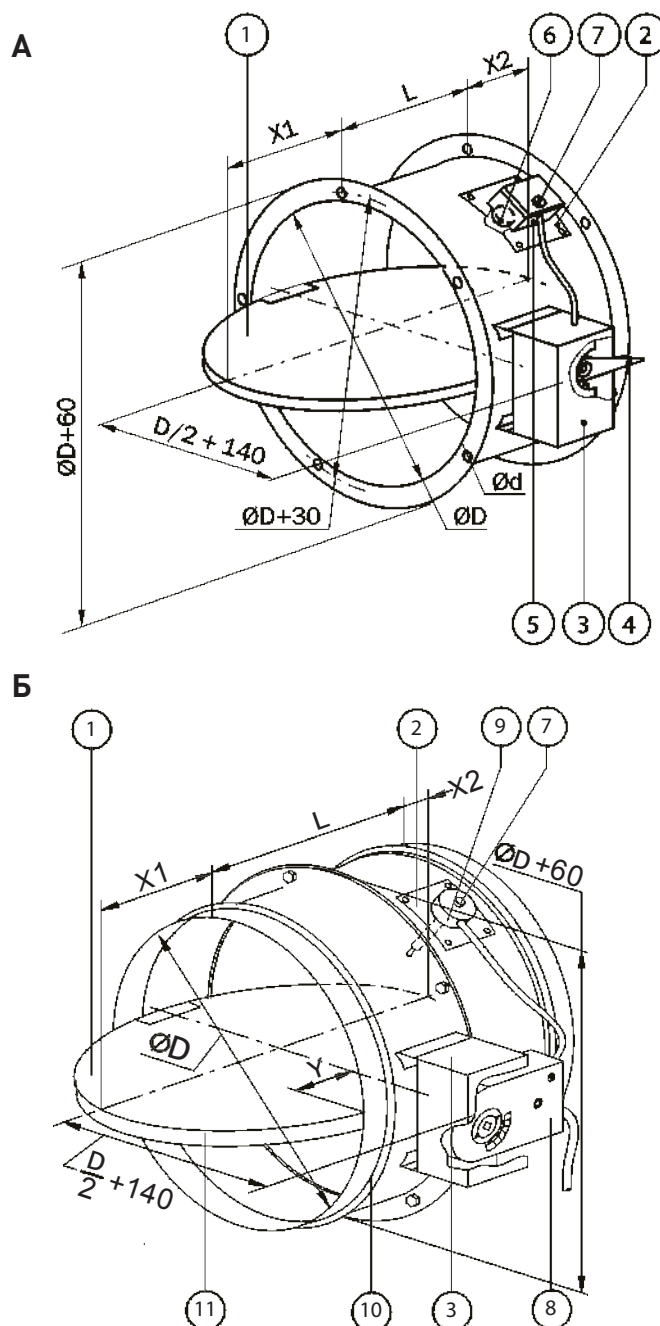

Рисунок 12. Конструкция и основные размеры клапанов (мм):
- T1 – термодатчик (6 на рис.12) установлен в нормально открытом положении (разомкнут);
Ниппельный клапан монтируется путем вставки его соединительных ниппелей в ответные отверстия (раструбы) воздухопроводов (взаимное перекрытие должно обеспечивать закрытие уплотнительного кольца см. рис.12, поз.10). Для фиксации соединения допускается использование герметика и установка саморезов.